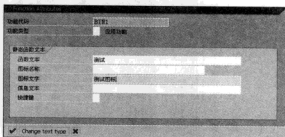

图 12-43 输入“图标文字”
STEP 8 在弹出的按钮属性对话框中输入“图标文字”，如图 12-43 所示。